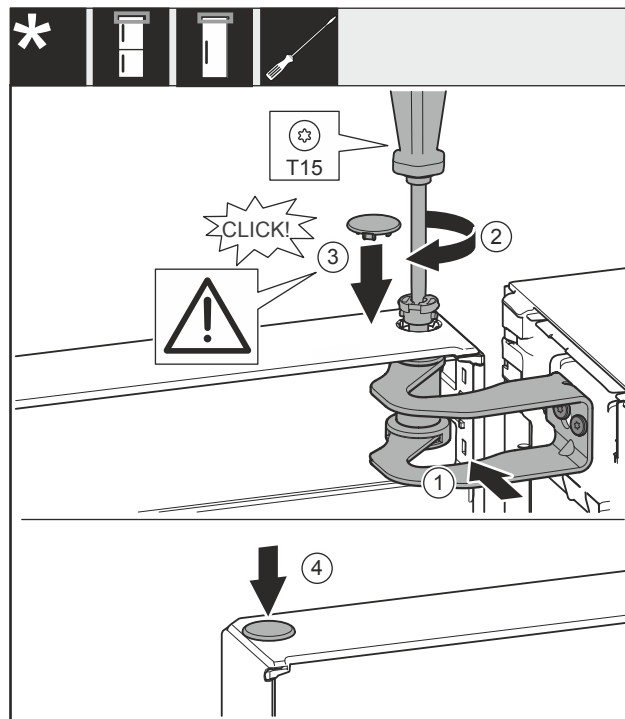

Fig. 24
- Poravnajte vrata prema otvoru u podlošku ležaja Fig. 24 (1).
- Umetnite svornjak Fig. 24 (2) i pritegnite ga odvijačem.
- Postavite poklopac Fig. 24 (3).
- Provjerite da poklopac Fig. 24 (3) naliježe na vrata.
- Postavite poklopac Fig. 24 (4).